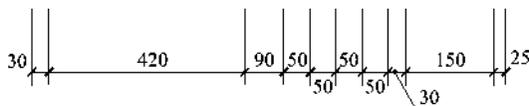

图 1-96 尺寸数字的注写位置
(6) 尺寸数字一般应依据其方向注写在靠近尺寸线的上方中部。如没有足够的注写位置，最外边的尺寸数字可注写在尺寸界线的外侧，中间相邻的尺寸数字可上下错开注写，引出线端部用圆点表示标注尺寸的位置，如图 1-96 所示。